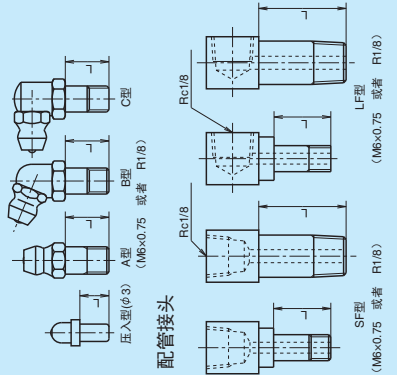

图 11 润滑脂注入嘴和专用配管接头
(1) 润滑用零件的种类
润滑脂注入嘴和专用配管接头如图 11、表 11 所示。根据双密封、护板、NSK K1 等及防尘零件，备有颈长 (L) 不同的润滑零件。可将满足用户要求的防尘型号润滑用零件组装交货。